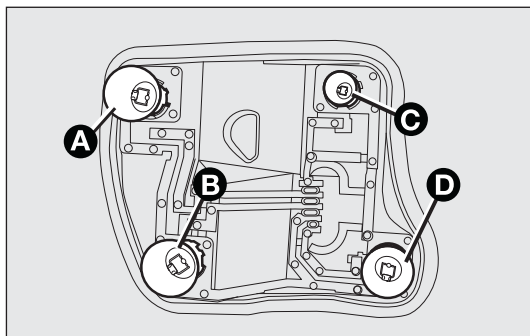

рис. 149
- выньте заменяемую лампу A, B, C или D – рис. 149, слегка нажав и повернув ее против часовой стрелки (байонетное соединение), замените ее на новую;